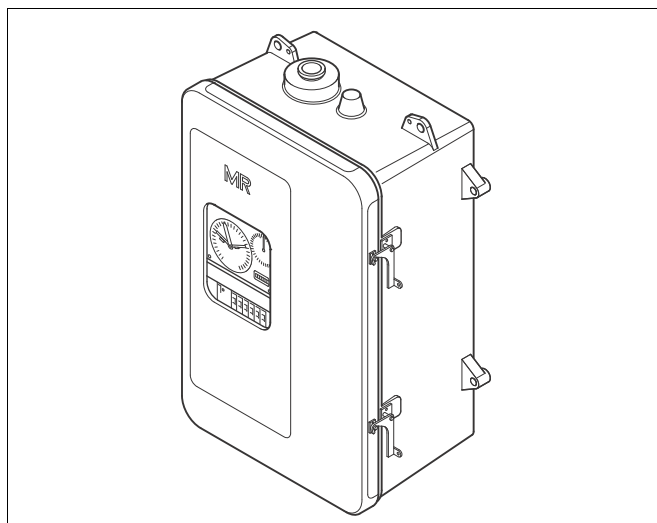

рис. 6 TAPMOTION® ED
- моторным приводом TAPMOTION® ED (рис. 6)